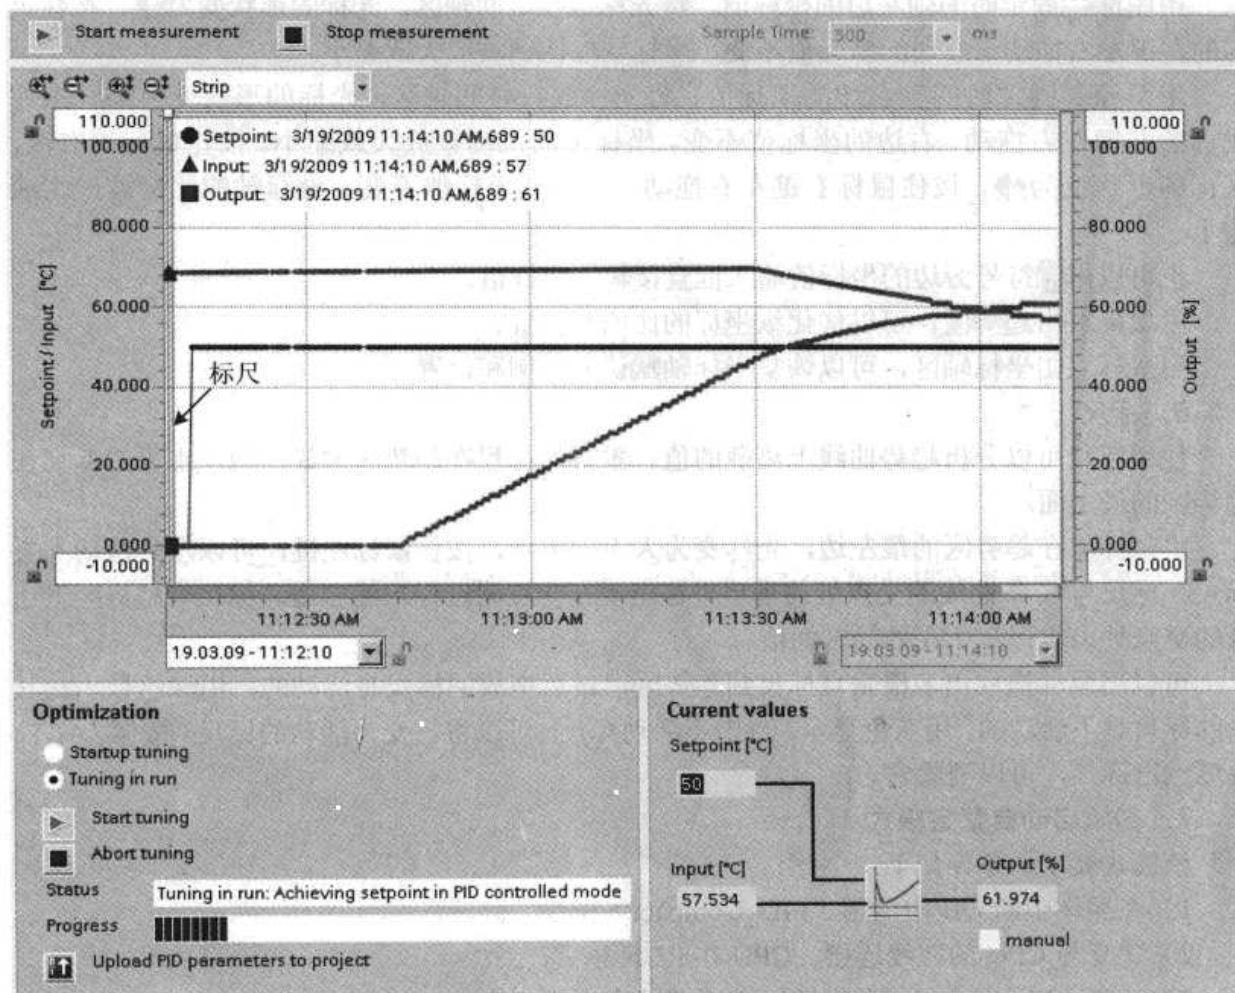
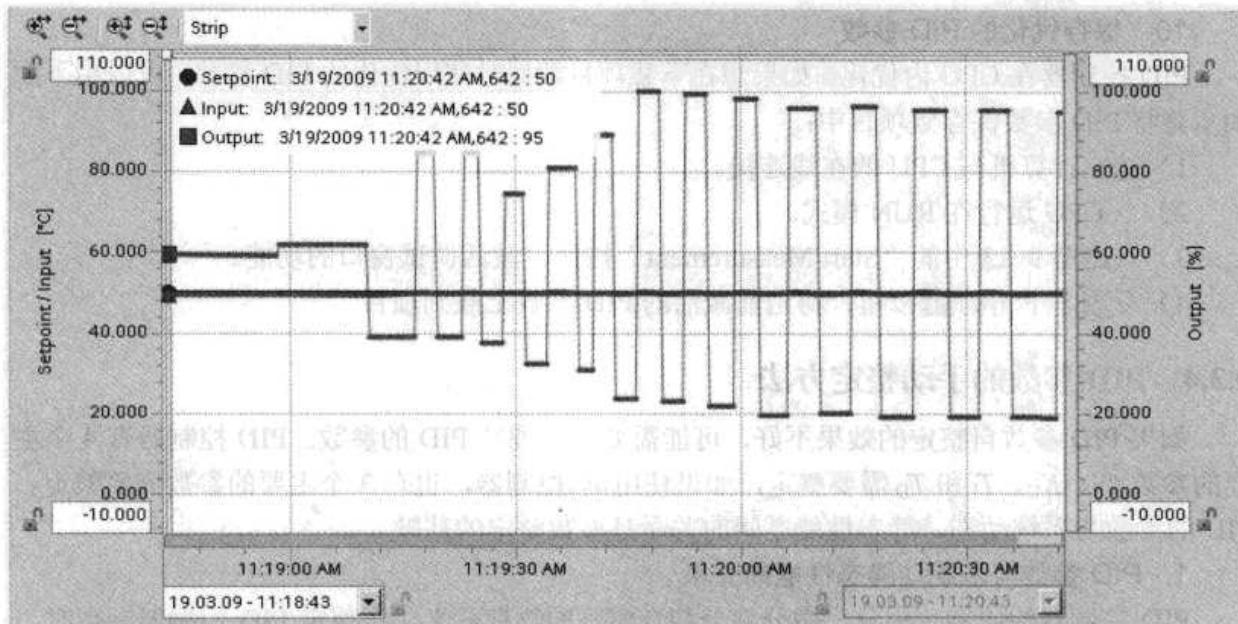

图 9-13 PID 控制器的调试窗口
图 9-14 PID 控制器的调试窗口
PID Compact 技术对象被组态后首次下载到 CPU 之后，PID 控制器处于 Inactive（非活动的）运行模式，此时需要在调试窗口进行自整定初始启动。在运行时出现错误，或者点击了调试窗口的“STOP measurement”按钮（见图 9-13），PID 控制器将进入 Inactive 模式。选择其他运行模式时，活动状态的错误被确认。
双击项目树的文件夹 “\PLC\_1\Technological object\PID\_DB1” 中的 “Commissioning”，或者点击 “PID\_Compact” 指令上的图标（见图 9-7），打开 PID 的调试窗口（见图 9-13）。可以用趋势视图监视 PID 控制器的设定值（Setpoint）、实际值（Input）和输出（Output）变量的曲线，横轴为时间轴。
趋势区左上角的图例是当前的时间和趋势值（见图 9-13）。
- 2) 点击“Start tuning”按钮 $\blacktriangleright$ ，启动自调整（见图 9-14）。状态域（Status，见图 9-13）显示当前的步骤和可能出现的错误。进度条（Progress）显示当前步骤的进展。
- 1) 选中“Current values”（当前值）区的“Manual”（手动）复选框（见图 9-13 的右下角），控制器输出与控制变量输出之间的连接被断开，闭环控制最后的控制输出变量作为手动的控制器输出变量。
- 3) 点击图 9-13 中的“Start Measurement”按钮，激活调试窗口的功能。